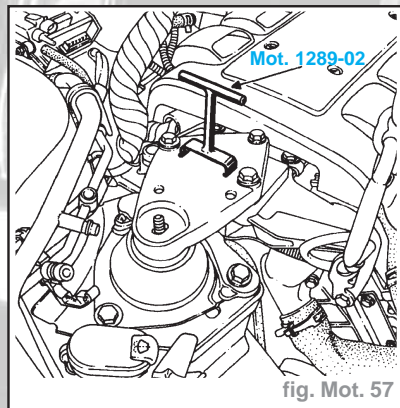

fig. Mot. 57
- Monter la coiffe de suspension pendulaire, soulever le moteur, introduire la fourchette Mot. 1289-02 pour centrer le limiteur (fig. Mot. 57).